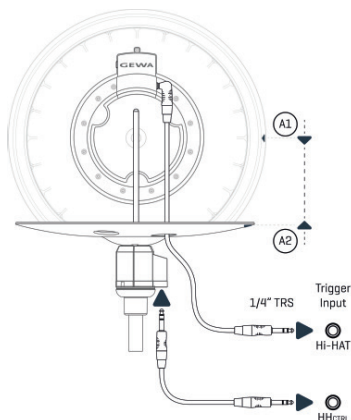

Figura 4
- 1 Tome el plato superior (C) y conecte el cable estéreo (acodado – acodado) a la toma más cercana al orificio medio (Ver Figura 4).
- 5 Conecte el enchufe recto del cable estéreo del controlador al controlador del Hi-Hat como se muestra en la Figura 4.
- 6 Conecte ambos cables a las entradas correspondientes de disparo de la consola de la batería como se muestra en la Figura 4.